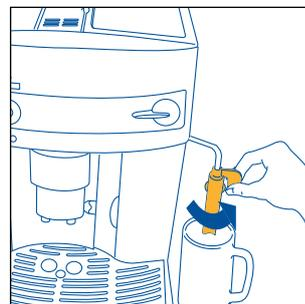
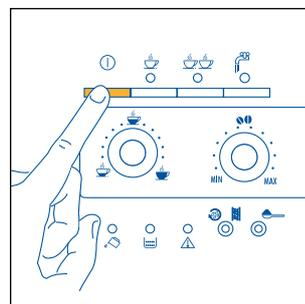
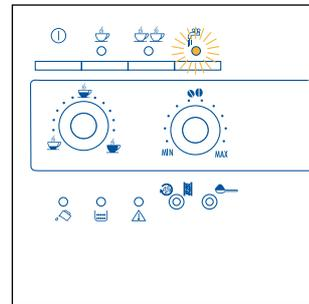

Fig. 3
Fig. 4
Fig.22
2. Empurre o emulsionador de cappuccinos para fora, coloque uma chávena por baixo (fig. 3) e ligue a máquina premindo a tecla ① (fig. 4).
- Rode o emulsionador de cappuccinos para fora (fig. 3).
- Coloque um recipiente debaixo do emulsionador de cappuccinos (fig. 3).
- Coloque um recipiente vazio debaixo do emulsionador de cappuccinos (fig. 3). Rode para a esquerda o botão do vapor até meio, até ao limite máximo (a luz ☀ acende-se de forma intermitente, fig. 22). Faça fluir durante alguns segundos a água misturada com o vapor até sair apenas vapor.